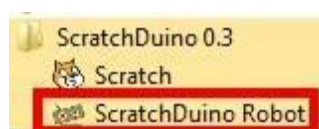

Рис. 1. Вид иконок.
*Результат:* через несколько секунд на рабочем столе (или в списке программ кнопки *Пуск*, это зависит от индивидуальных настроек) появятся две иконки — Scratch и ScratchDuinoRobot (рис. 1).